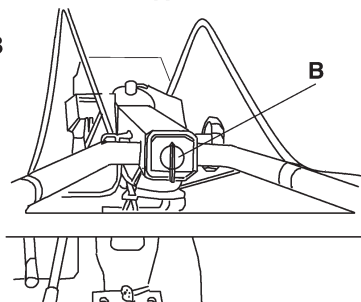

Fig. 7
- La leva comando cambio (fig. 7, part. A) sia in posizione neutrale (N).